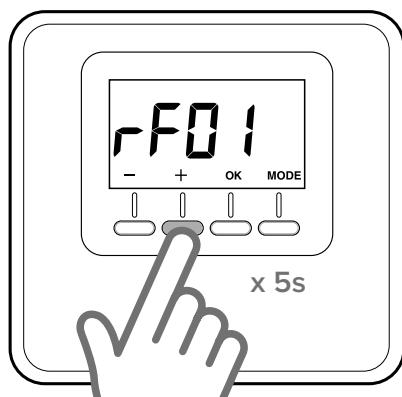

Fig. 18
- Appuyer sur la touche « + » pendant 5 secondes pour accéder aux paramètres techniques, l'écran affiche le paramètre « rFO1 » (Fig. 18).